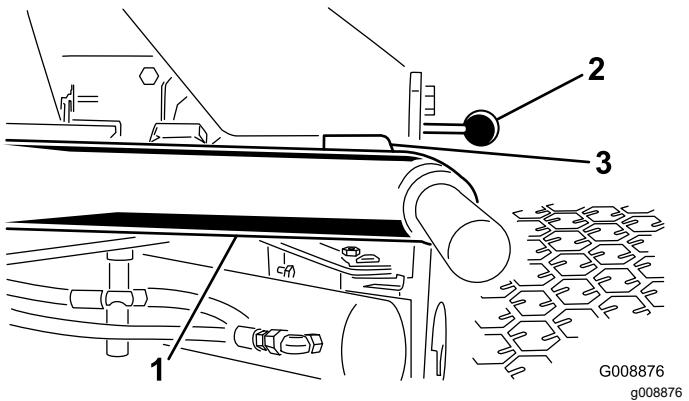

Figure 25
1. Démarrez le moteur, elevez les bras de levage et vérifiez qu'un espace de 5 à 8 mm sépare chaque bras de levage du support du panneau de plancher (Figure 25).